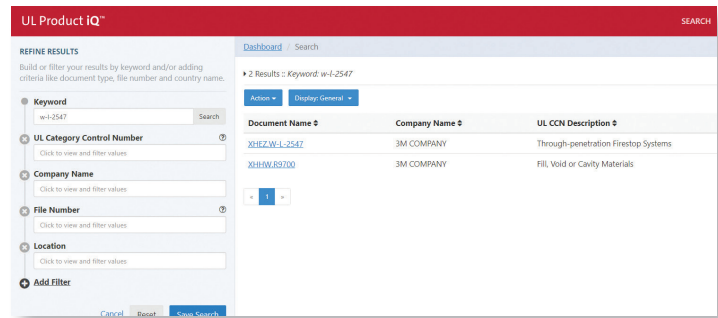

Figure 3-13 : Répertoire UL Product iQ^{MC}
Sélectionnez un fabricant de coupe-feu et consultez son site Web, ou utilisez le répertoire en ligne de l'UL pour connaître les homologations applicables (voir **figure 3-13**).
- Disponibilité de la solution coupe-feu (voir les **figures 3-13, 3-14 et 3-15**).